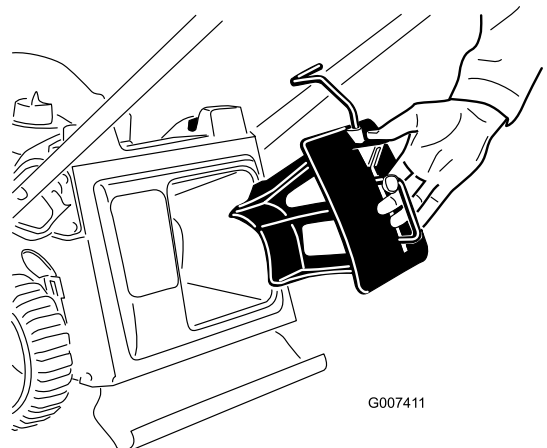

Figure 7
1. Si ce n'est déjà fait, insérez l'obturateur de mulching dans le plateau de coupe (Figure 7).